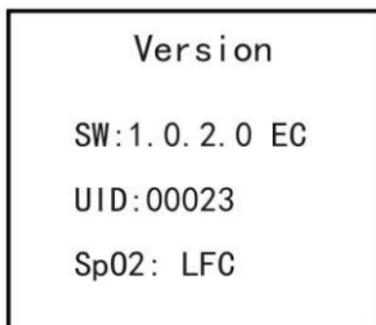

Figura 4.10H Informazioni sulla versione
- TEMP (Unità): Per impostare l'unità di misura della temperatura, "°C (Celsius)" ed "°F (Fahrenheit)" sono le opzioni, l'opzione di fabbrica predefinita è "°F", come mostrato nella figura 4.10H.